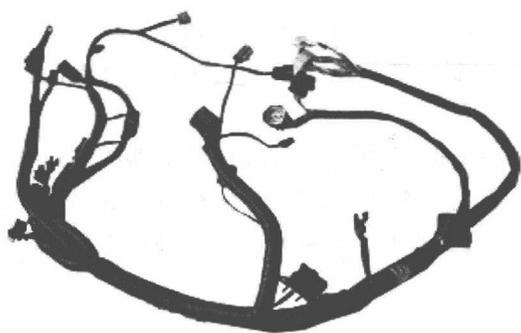

图 1-7 线束
② 线束 全车线路除高压线、蓄电池电缆和起动机电缆外，一般将走向相近的同区域的导线用棉纱或薄聚氯乙烯带缠绕包扎成束，称为线束，如图 1-7 所示。线束可使线路不凌乱，便于安装，而且起到了保护导线的作用。线束用卡簧或绊钉固定。